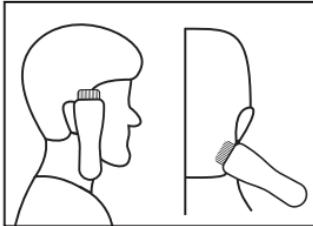

Figura 8
- Para aparar as costeletas com um corte reto, inverter a posição do cortador de modo que o lado de baixo fique para cima (Figura 8).